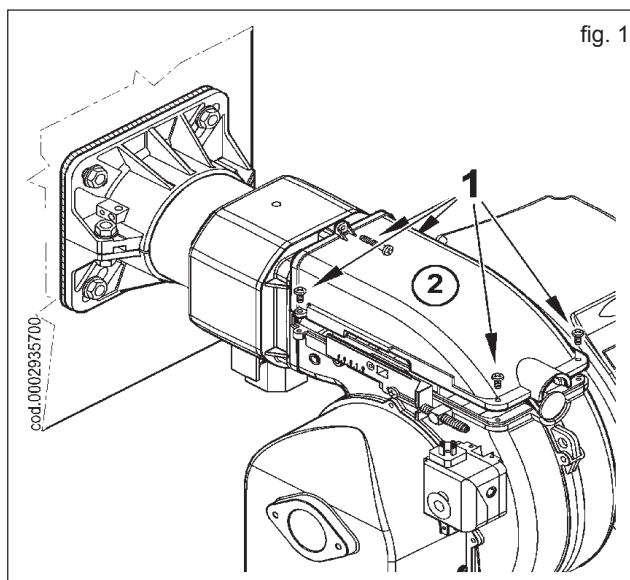

fig. 1
- Dévisser les vis 1 et enlever le capot 2 (figure 1).